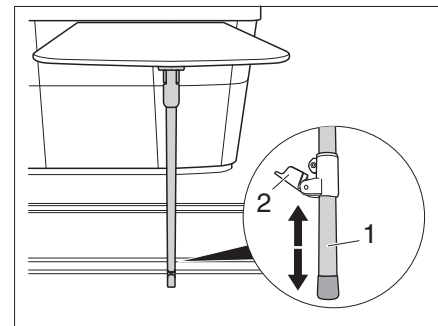

Bild 15 Höhe einstellen
- Das Innenrohr (Bild 15,1) verschieben, bis die Tischplatte waagrecht steht.
- Klemmung (Bild 15,2) nach oben drücken.